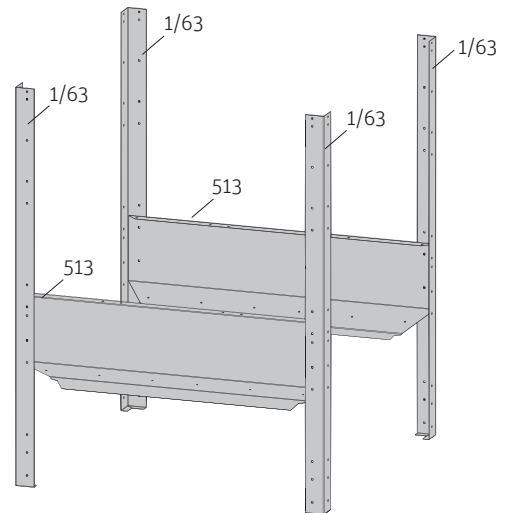

Fig. 6 Standwinkel-Einheiten mit Verbinder
2 Verbinder längs (513) verschrauben. Alle Schrauben von außen nach innen stecken, Mutter innen aufschrauben und nur von Hand festziehen – Fig. 6.